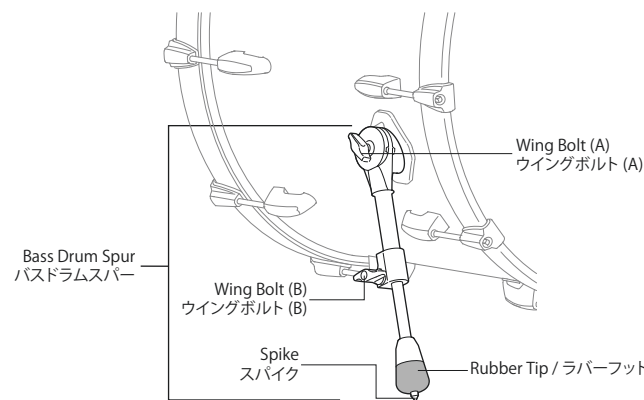

Fig.7
5. Position the Bass Drum upright and set the Bass Drum Spurs as shown with the front of the drum about an inch off the floor (Fig.7). The Bass Drum Spurs have spike tips for slip resistance. To use these turn the Lock Nut and Rubber Tip clockwise to expose the spike. Adjust as needed for floor surface (Fig.7).
バスドラムを横向きに置き、バスドラムスパーのウイングボルト(A)を調整可能になるまで緩めて、Fig.7のような角度にしたら、再びウイングボルト(A)を固定します。両側のスパー先端のウイングボルト(B)を緩め、前面のフープが約25mm床から浮く位置で両側のウイングボルト(B)を固定します。先端のロックナットを緩め、ラバーフットを回転させるとスパイクが出てきます。演奏中にバスドラムが動いてしまう場合、有効です (Fig.7)。